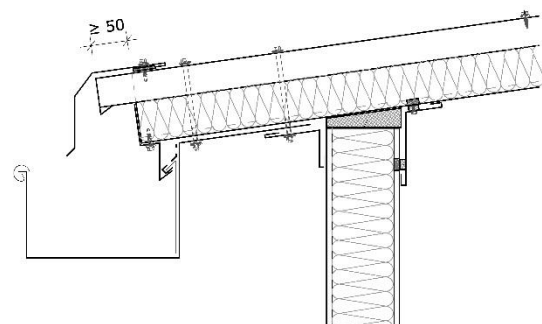

Bild 8: Zurückgeschnittener Mineralwoll-dämmkern
- Ausnehmen der Mineralwolldämmung in Form eines Rückschnittes oder Hinterschnittes hinter der äußeren Deckschale (Bild 8).